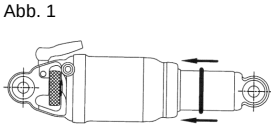

Abb. 1
Schritt 2: Den O-Ring bis zum Anschlag an das Gehäuse des Dämpfers schieben (Abb. 1).